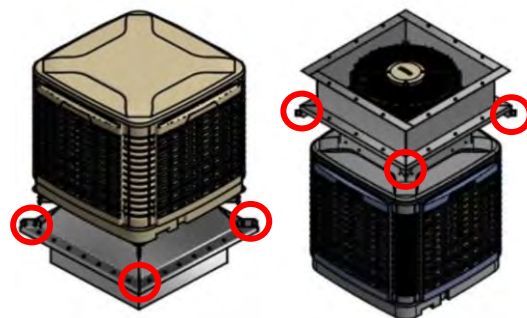

Figure 1 : Anneaux de levage
- Avec un système de levage mécanique et des sangles adaptées au poids de l'appareil, soulevez et déplacez soigneusement le rafraîchisseur d'air, en vous aidant des 4 anneaux de levage de chaque côté de l'appareil (Figure 1).